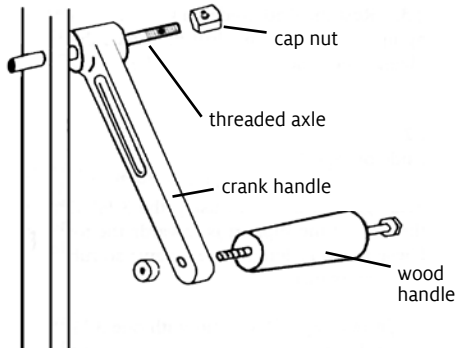

FIGURE 2A
**INSTALL THE BRAKE HANDLE ON THE DOUBLE WARP BEAM (FIGURES 2A AND 2B)**